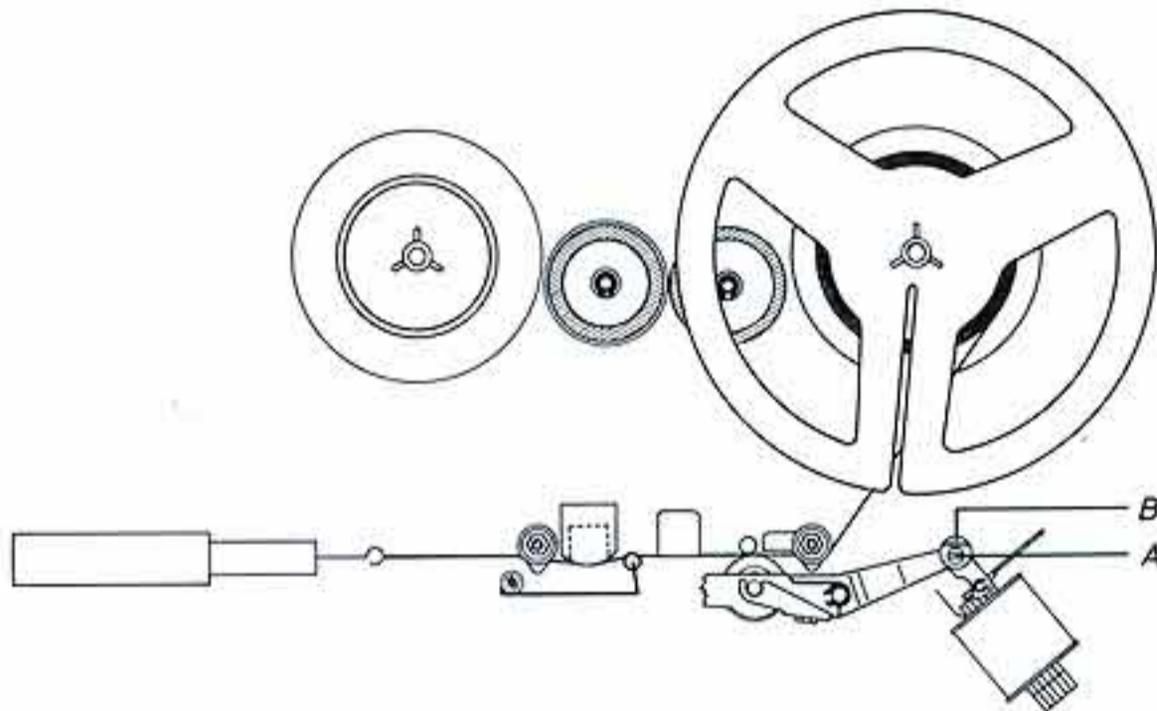

Abb. 6
1.4 Messung des Förderzuges (siehe Abb. 6)